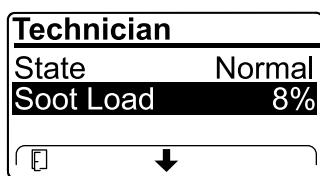

Figura 39
- Vea la carga de hollín que se mide como porcentaje de hollín en el DPF(Figura 39); consulte la tabla de carga de hollín.